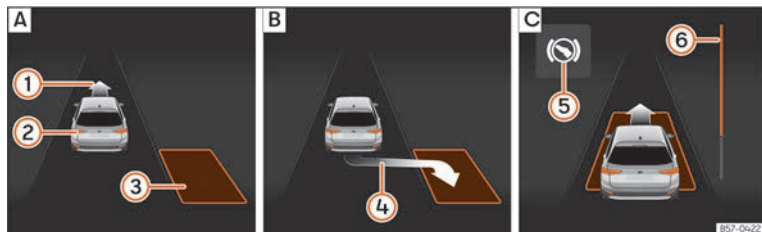
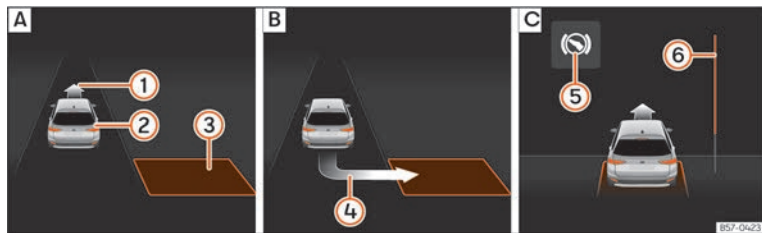

Abb. 172 Am Bildschirm des Kombi-Instruments: längs einparken. **A** Parklücke suchen. **B** Position zum Einparken. **C** Rangieren.
Abb. 173 Am Bildschirm des Kombi-Instruments: quer einparken. **A** Parklücke suchen. **B** Position zum Einparken. **C** Rangieren.
- Schauen Sie auf der Bildschirmanzeige im Kombi-Instrument, ob die Parklücke als „geeignet“ erkannt wurde und ob die korrekte Position zum Einparken »» **Abb. 172 [B]** oder »» **Abb. 173 [B]** erreicht wurde. Die Parklücke wird als „geeignet“ betrachtet, wenn auf dem Bildschirm des Kombi-Instruments die Anzeige zum Einparken erscheint **④**.
- Fahren Sie rückwärts, bis das Dauertonsignal des ParkPilot ertönt; **ODER:** fahren Sie zurück, bis auf dem Bildschirm des Kombi-Instruments die Anzeige für Vorwärtsfahren »» **Abb. 172 [C]** oder »» **Abb. 173 [C]** erscheint; **ODER:** fahren Sie zurück, bis am Bildschirm des Kombi-Instruments die Meldung **Park Assist beendet** erscheint. Die Fortschrittsanzeige **⑥** zeigt den zurückzulegenden Abstand an »» **Seite 259**.
- Treten Sie auf das Bremspedal, bis die Lenkbewegungen des Parklenkassistenten beendet sind; **ODER:** bis das Symbol **⑤** am Bildschirm des Kombi-Instruments erlöscht.
- Fahren Sie vorwärts, bis das Dauertonsignal des ParkPilot ertönt; **ODER:** fahren Sie vorwärts, bis am Bildschirm des Kombi-Instruments die Anzeige zur Rückwärtsfahrt erscheint. Der Parklenkassistent lenkt das Fahrzeug vorwärts und rückwärts bis es in der Parklücke zentriert ist »» **Abb. 172 [C]** oder »» **Abb. 173 [C]**.
Die Fortschrittsanzeigen »» **Abb. 172 [E]** und »» **Abb. 173 [E]** im Display des Kombiinstrumentes zeigt symbolisch die noch zu fahrende relative Fahrstrecke an. Je länger die Distanz ist, desto größer ist der Füllstand des Fortschrittsbalkens. Bei Vorwärtsfahrt nimmt die Füllung des Fortschrittsbalkens nach oben ab und bei Rückwärtsfahrt nimmt die Füllung des Fortschrittsbalkens nach unten ab.